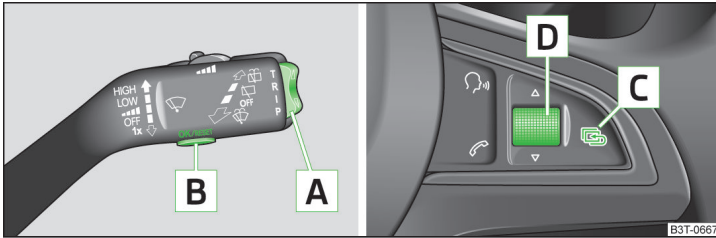

Abb. 24 Tasten/Einstellrad: am Bedienungshebel / am Multifunktionslenkrad
Einige Funktionen des Informationssystems können mit den Tasten am Bedienungshebel bzw. am Multifunktionslenkrad » Abb. 24 bedient werden.
Nach dem Drücken der Taste **A** » Abb. 24 auf Seite 40 wird die Angabe angezeigt, die zuletzt angezeigt wurde.
- Die Taste **B** bzw. das Einstellrad **D** » Abb. 24 auf Seite 40 länger drücken.